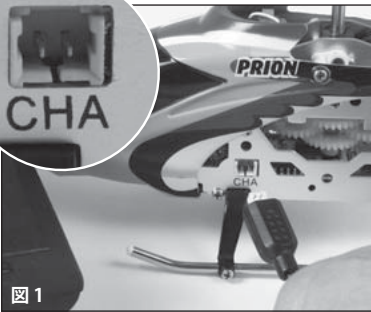

図1
2. チャージケーブルを注意深くヘリコプターのチャージソケットに差しこみます(図1)。ケーブルはスムーズにチャージソケットに差し込めるようであればなりません。無理に力を入れて差し込まないでください。チャージソケットにケーブルが正しく差し込まなかった場合、ヘリコプターが故障したり、場合によっては怪我の危険性があります。
スロットルスティック(コントローラの左のレバー)はスイッチを入れる前に、必ず下向きになっていることを確認してください。その後コントローラのコントロールスイッチをONにすると(図1)パワーLEDが赤に点灯します。